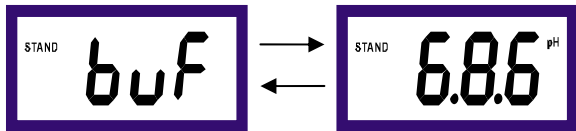

图 7-1
1、将清洗干净的电极放入 pH6.86 缓冲液中,轻轻搅拌几下,待仪表显示稳定(60 秒内显示数值没有变化)后,按下 CAL 键,仪表将有 6.86 数值跳闪,且屏幕左上角有 STAND 显示。若不是(7.00),可参考本说明书 23 页中校准模式设置的步骤更改,仪表显示如图 7-1 所示: